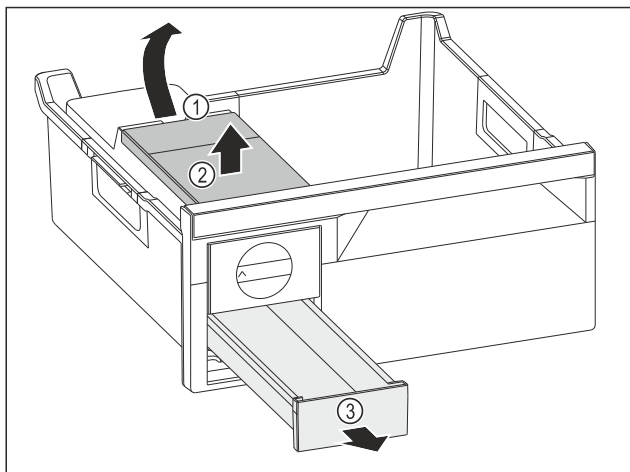

Fig. 73
- ▶ Odstranjevanje rezervoarja za vodo: Dvignite rezervoar za vodo za izrez Fig. 73 (1).
- ▶ Rezervoar za vodo Fig. 73 (2) dvignite in odstranite.
- ▶ Predal za ledene kocke Fig. 73 (3) povlecite naprej in odstranite.